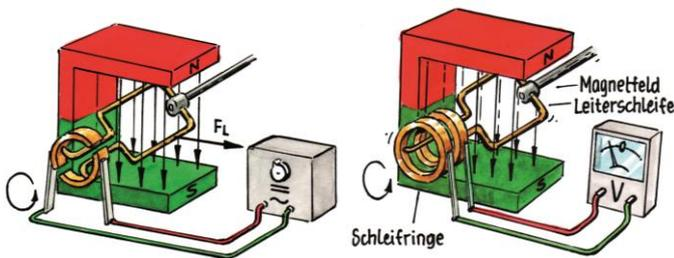

Abb. 1: Was ist was? Auf welchem Effekt beruhen beide Maschinen?
a Welche Unterschiede bestehen in seiner Bauweise im Vergleich mit dem Generator in Abb. 1?
**b** Was ist der Vorteil des Generators nach dem dynamo-elektrischen Prinzip im Vergleich mit dem „normalen“ Generator in Abb. 1?
**Hilfe zu A1 c:** In Abb. 1 ist links ein Motor zu sehen und rechts ein Generator. Beide Maschinen nutzen die Lorentzkraft aus. Beim Generator links bewirken die fließenden Ladungen eine Lorentzkraft, die die Wicklung in Drehung versetzt. Beim Motor rechts bewirkt die Drehung der Wicklung, dass sich die Schleife und somit auch die Ladungen durch das Magnetfeld bewegen. Dadurch entsteht wiederum eine Lorentzkraft, die die Ladungen verschiebt und somit eine Induktionsspannung hervorruft.